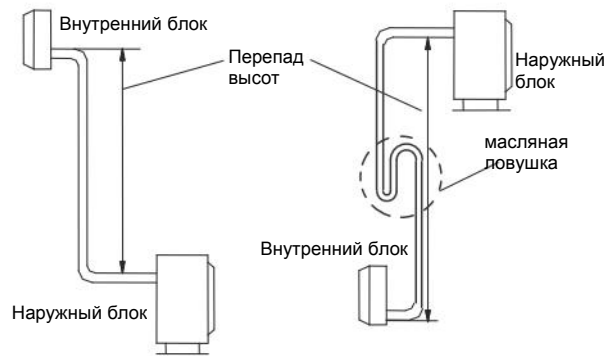

Рис. 3
- Если место установки наружного блока выше, чем внутреннего, а длина трубопровода превышает 10 м, то через каждые 8 м следует добавить масляную ловушку на газовую трубку. (Рис.3)